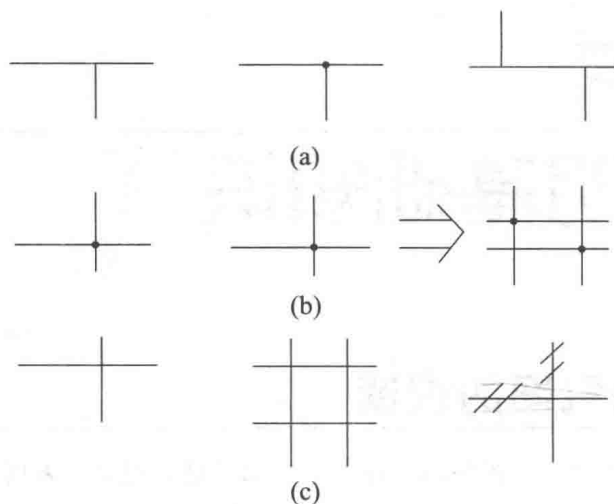

图 1-2 导线连接点示例
② 导线连接点的表示。导线的连接点有“T”形连接点和多线的“+”形连接点。对于“T”形连接点可加实心圆点，也可不加实心圆点，如图 1-2(a) 所示。对于“+”形
连接点,必须加实心圆点,如图 1-2(b) 所示。而对于交叉不连接的,不能加实心圆点,如图 1-2(c) 所示。